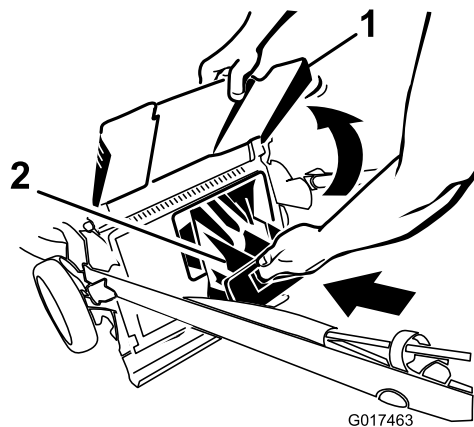
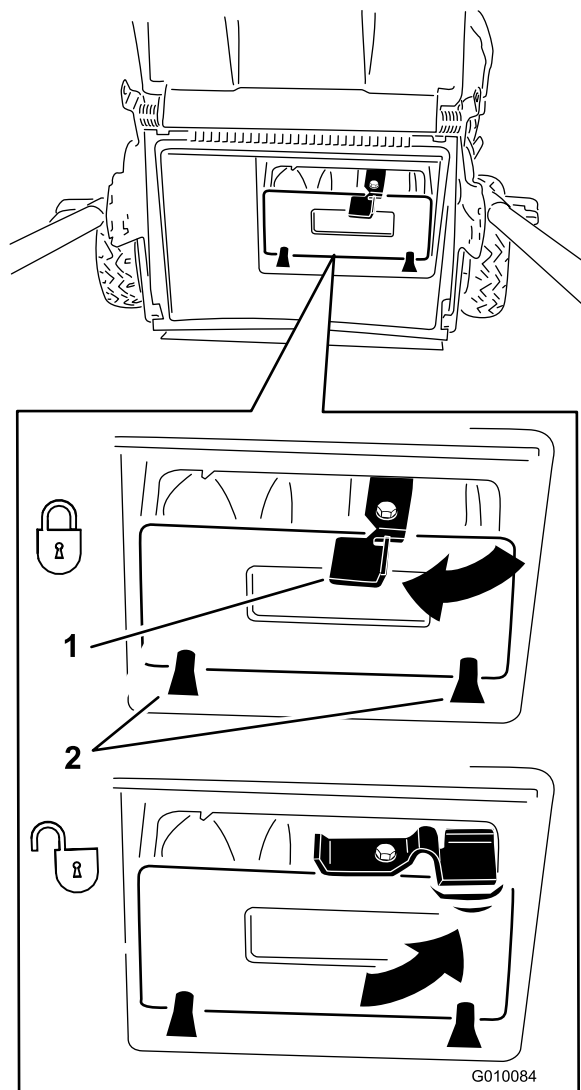

Figura 18
Figura 19
**Importante:** Asegúrese de que el tapón de descarga trasera está bloqueado en su sitio. Para bloquear el tapón: Levante el deflector de descarga (Figura 18), introduzca el tapón y presione firmemente hasta que encaje detrás de las pestañas, y gire la palanca del tapón a la izquierda (Figura 19).
**Nota:** Para desbloquear el tapón, gire la palanca del tapón a la derecha (Figura 19).